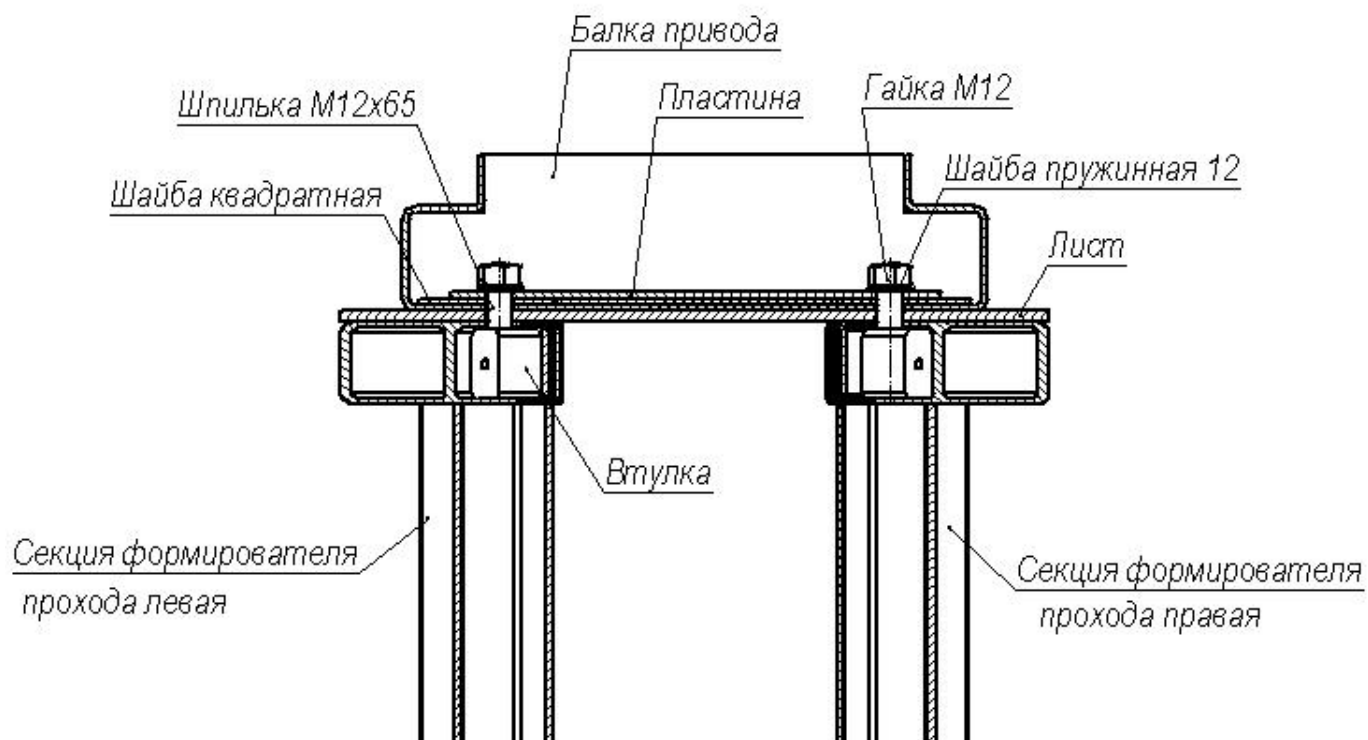

Рисунок 10 – Крепление балки привода (13) к секциям (6) и (7) формователя прохода
8.2.14 Наденьте другой конец балки на две шпильки, выступающие из листа (12) (п. 8.2.5), наденьте на шпильки две квадратные шайбы*, на шайбы – пластину*, а затем две пружинные шайбы 12 и зафиксируйте положение балки двумя гайками *M12* (см. рисунок 10). Затяните гайки на всех четырёх шпильках, крепящих балку привода. Усилие затяжки гаек – предварительное.